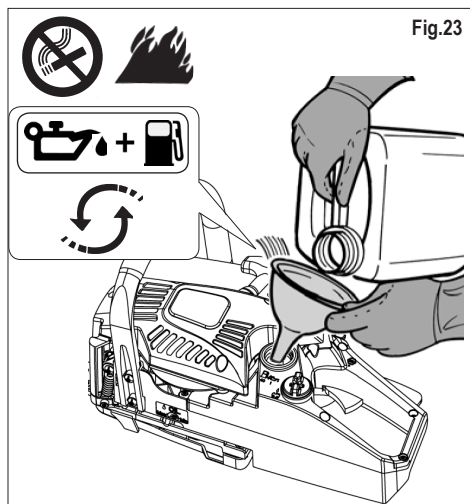

Fig.23
3) Preparar la mezcla carburante y abastecer sólo al aire libre (fig.23).